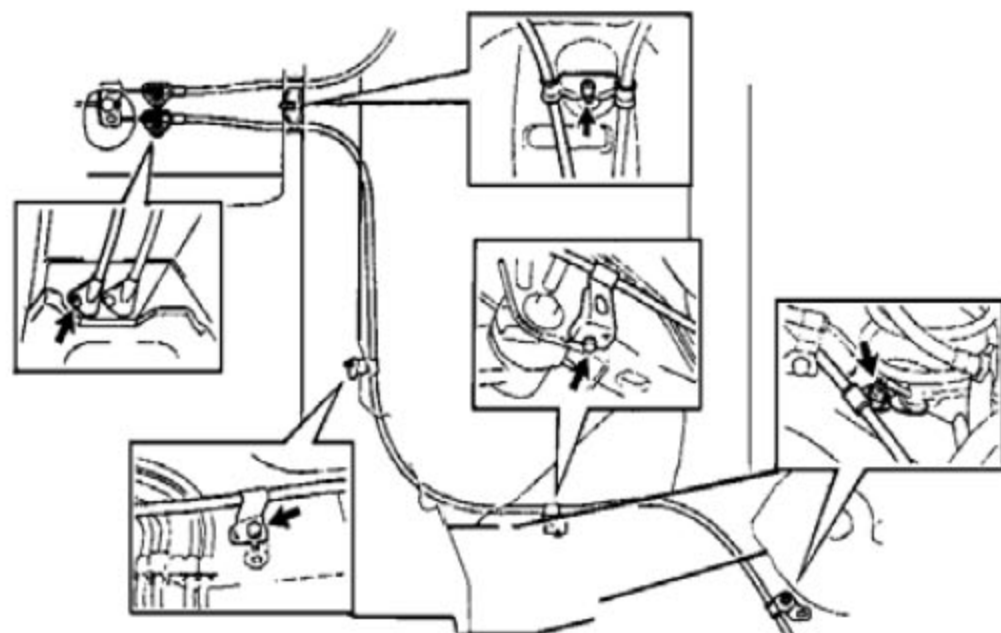

图 3-38
- 1). 安装 3 号驻车制动拉索组件, 如图 3-38 所示。